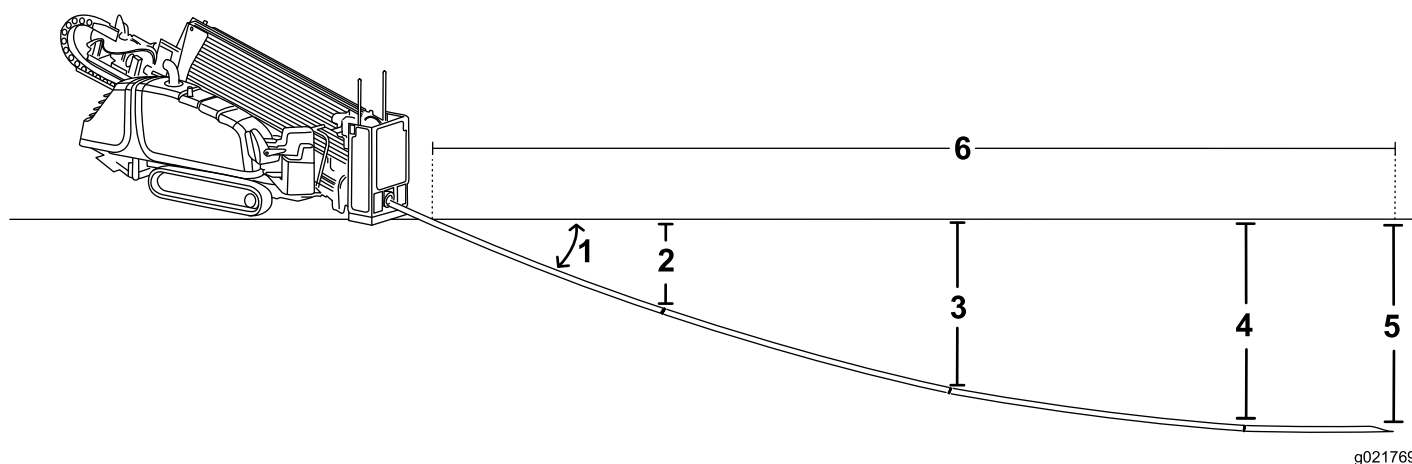

Figure 53
- Vous insérez les premiers 3 m (10 pi) d'outil/tige de forage dans le sol en ligne droite. La fin de l'outil de forage sera à 53 cm (21 po) de profondeur (Figure 53).